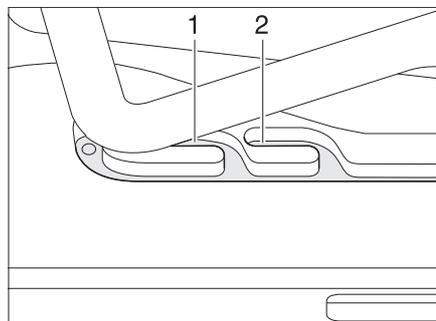
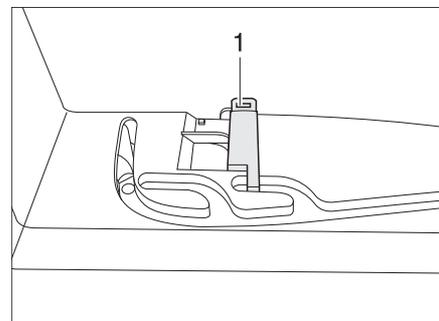

Bild 46 Heki-Dachhaube in Lüftungsstellung
Bild 47 Verriegelung Lüftungsstellung
Die Heki-Dachhaube kann in zwei Lüftungsstellungen gebracht werden: Schlechtwetterstellung (Bild 46,1) und Mittelstellung (Bild 46,2). Je nach Modell kann die Dachhaube in der Mittelstellung mit dem Riegel (Bild 47,1) verriegelt werden.
- Den Bügel leicht nach oben drücken und in die gewählte Führung (Bild 46,1 oder 2) schieben und ggf. verriegeln.